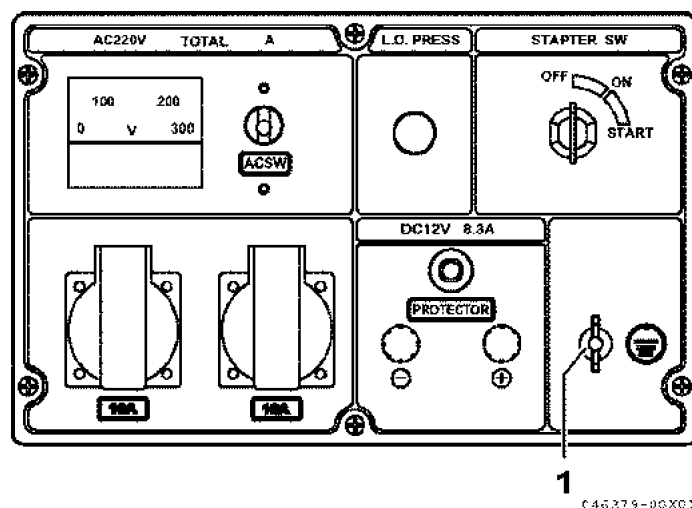

Рисунок 18
Соедините заземляющий провод с заземлителем (Рисунок 18, (1)). Пользователь приобретает заземляющий провод и заземлитель за свой счет. Заземляющий провод и заземлитель не входят в комплект поставки генераторной установки. Выполняйте все требования действующих федеральных и местных законов и правил безопасности при эксплуатации электроустановок. Проконсультируйтесь со своей энергетической компанией или с лицензированным электриком.